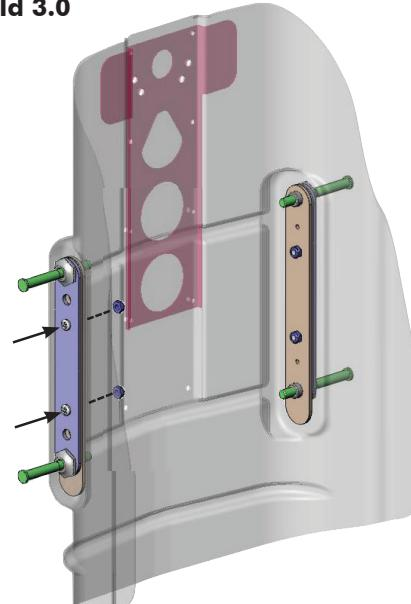

Bild 3.0
5. Fäst förstärkningsplattan på bakstycket med hjälp av det monteringsmaterial som tillhandahålls. (se **bild 3.0** nedan)